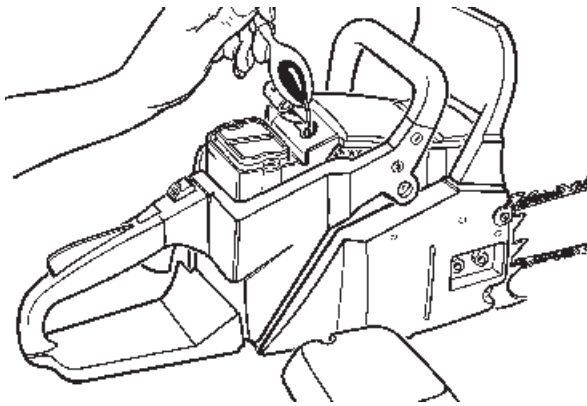

Fig. 36
5. Vacíe 1 cucharadita de aceite limpio de 2 ciclos en la cámara de combustion. Jale el hilo de arranque lentamente varias veces para cubrir los componentes internos. Reemplace la bujía (Fig. 36).